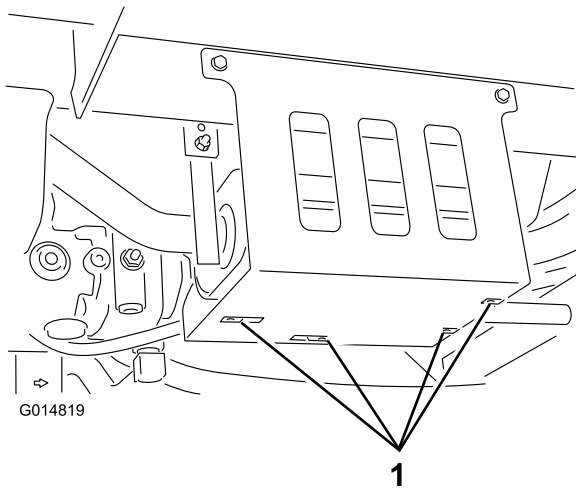

Figura 1
1. Sujete las 4 tuercas de chapa al protector térmico del tubo de escape (Figura 1).